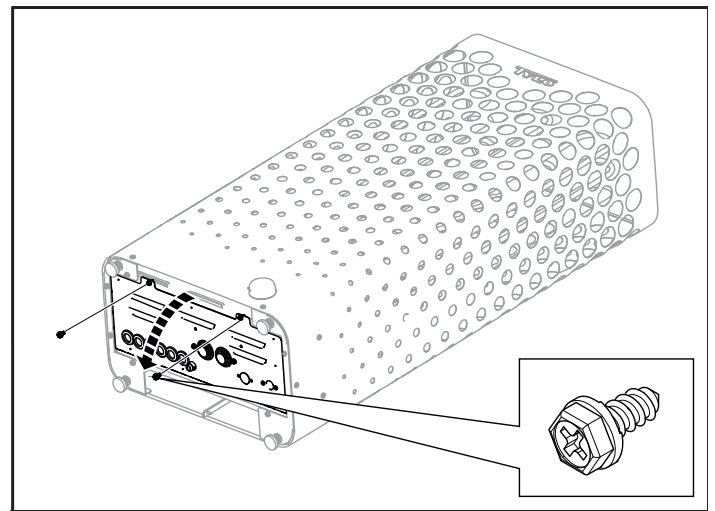

Abb. 7: Öffnen/Schließen der Abdeckung
2. Lösen Sie die Schrauben und öffnen Sie die Abdeckung, siehe Abb. 7.
7. Schließen Sie die Abdeckung und drehen Sie die Schrauben ein, siehe Abb. 7, Seite 15.